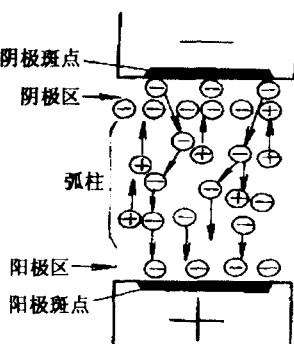

图 1-4
1. 焊接电弧的构造: 焊接电弧由阴极区、阳极区和弧柱区三部分组成(图 1-4)。